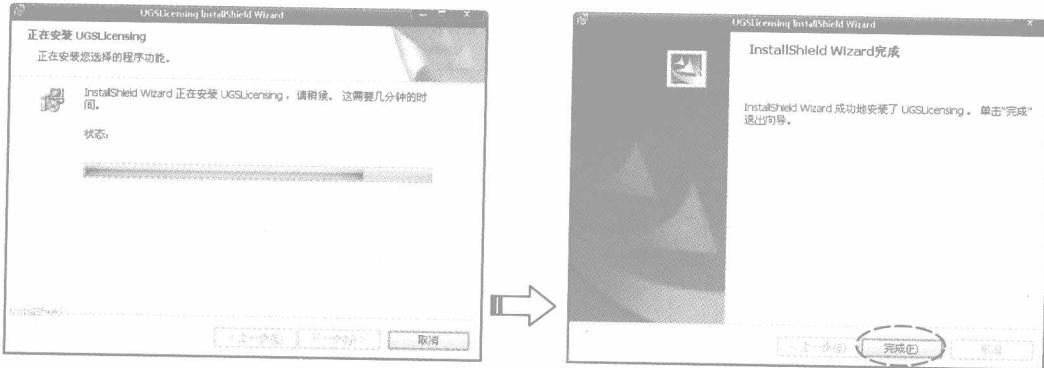

图 1-9 安装向导
(11) 单击 **安装(①)** 按钮后弹出【UGSlicensing InstallShield Wizard】对话框，然后以图 1-9 所示的指引进行操作。